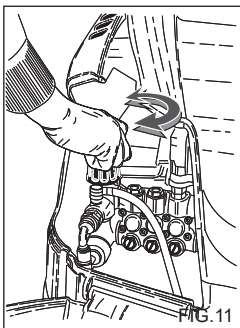

FIG. 11
Este capítulo diz respeito apenas aos modelos equipados com o dispositivo “Regulador de pressão”. O dispositivo regulador de pressão, fig. 11, permite regular a pressão de trabalho. Rodando o manípulo C no sentido inverso ao dos ponteiros do relógio (B) (mínimo) obtém-se uma redução da pressão de funcionamento.